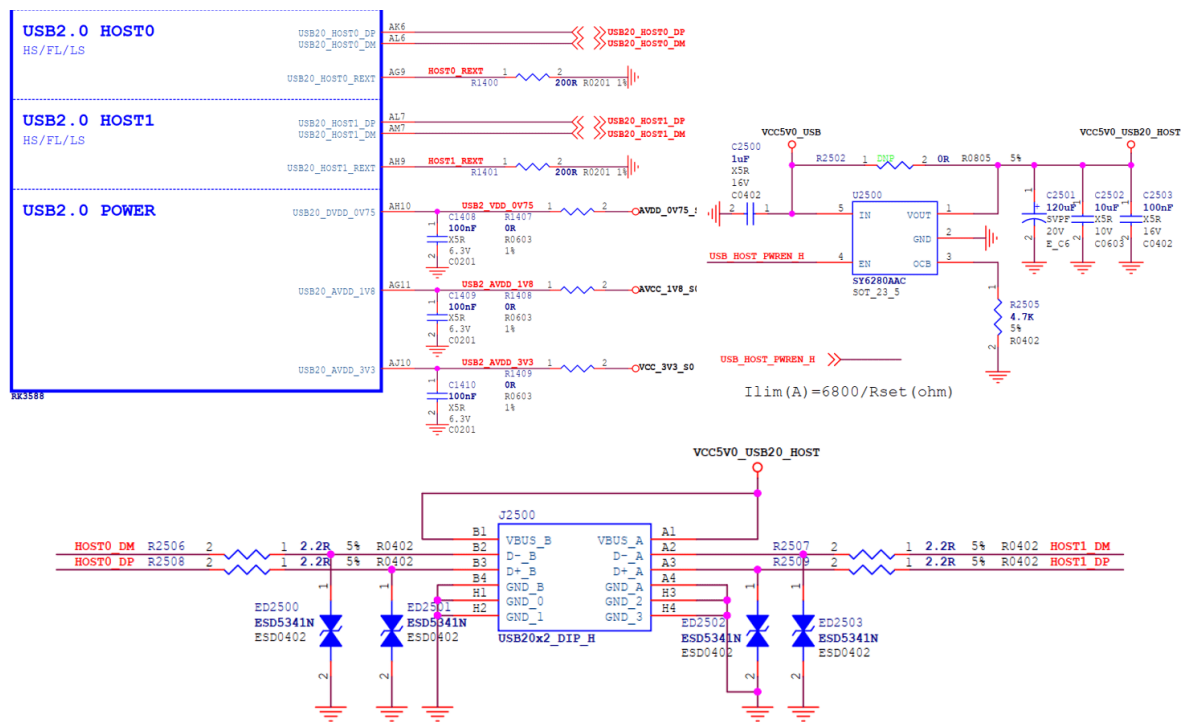

图 26 RK3588 Type-A USB 2.0 HOST 电路
1. USB 2.0 HOST0/1 共用 VBUS 供电电源 (VCC5V0_USB20_HOST), 由 GPIO 控制稳压芯片 SY6280AAC 输出 VBUS。最大输出电流由稳压芯片的 OCB pin 连接的电阻决定, 最大电流 $I_{lim}(A)=6800/R_{set}(ohm)$, 如下图 26 所示, VBUS 输出限流为 1.45A;